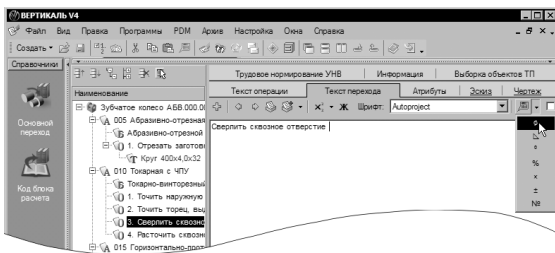

Рисунок 26
12. В переходе 3 той же операции укажите диаметр отверстия вручную. Знак диаметра выберите из раскрывающегося списка кнопки  **Вставить спец. символ** (рис. 26). Значение диаметра - *17 мм*.